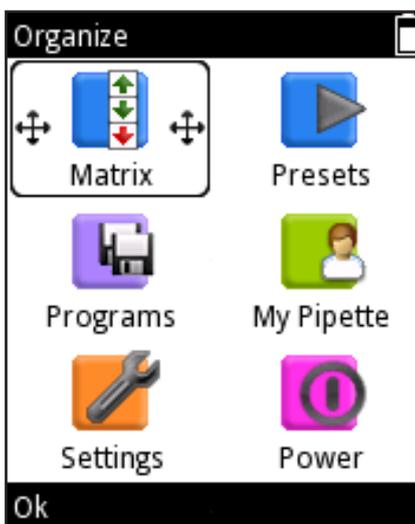

Abb. D45.
4. Das Symbol wird in einem Rahmen mit zwei Pfeilkreuzen hervorgehoben (Abb. D45). Schieben Sie das Symbol mit / , / an die gewünschte Stelle und drücken Sie (**Ok**). Die neue Position des Symbols im Hauptmenü wird gespeichert.